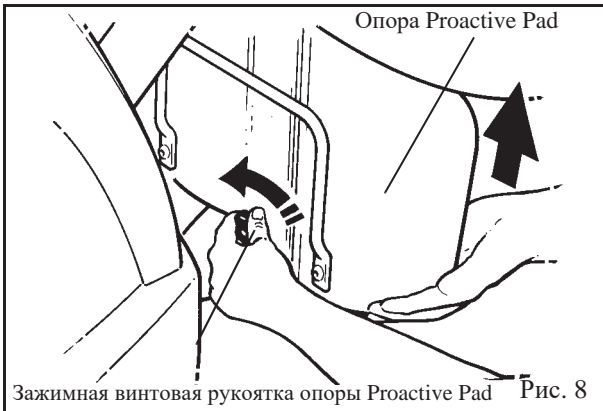

Рис. 8
2. После установки на нужной высоте снова затяните рукоятку (см. рис. 8).